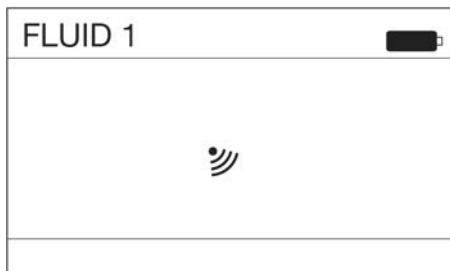

FIG. 55
1. Appuyer sur la touche ENTRÉE sur le clavier pour activer le compteur, et ainsi quitter le mode Veille. L'écran illustré sur la Fig. 55 s'affiche.
REMARQUE : L'écran illustré à la FIG. 55 ne s'affiche qu'en mode PRESET (Préréglage) lors de la toute première mise sous tension du compteur. Afin d'obtenir cet écran, il est nécessaire d'exécuter la fonction **RESET (RÉINITIALISATION)** sur un compteur en mode Preset (Préréglage) après la toute première mise sous tension. Voir les instructions de **RESET (RÉINITIALISATION)**, page 22.
1. Appuyez sur la touche ENTER (Entrée) sur le clavier pour activer le compteur. L'écran illustré sur la Fig. 55 s'affiche.
2. Appuyer sur la touche ENTRÉE sur le clavier une seconde fois pour ignorer l'écran illustré sur la FIG. 55. L'écran du menu principal illustré sur la FIG. 71 s'affiche.